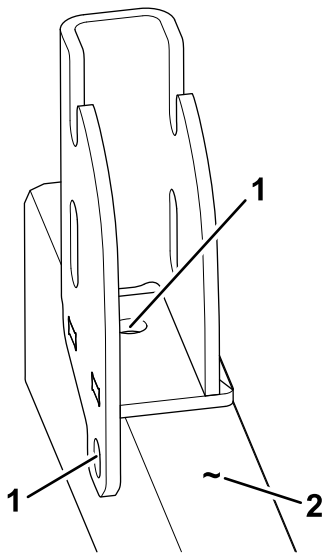

Figure 3
2. En utilisant la poignée de maintien comme gabarit, tracez des marques à travers les trous sur le longeron (Figure 3).
3. Percez des trous aux emplacements marqués avec un foret (9/32"), comme montré à la Figure 3.